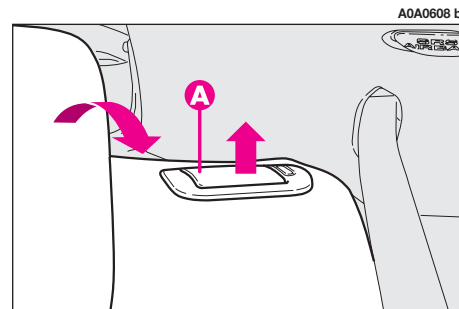
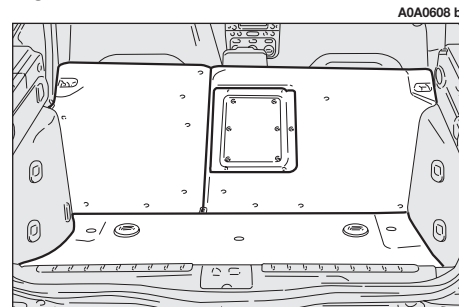

fig. 22
fig. 23
– sollevare le leve (A-fig. 22) di ritegno schienali e ribaltarli in avanti, in modo da ottenere un unico piano di carico (fig. 23).